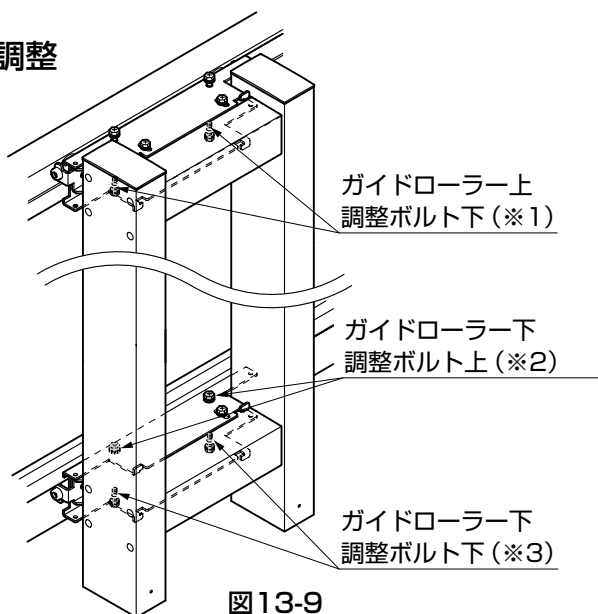

図13-9
①ガイドローラー上の調整ボルト下(※1)、ガイドローラー下の調整ボルト下(※3)をそれぞれ10mm程度緩めてください。(図13-9参照)